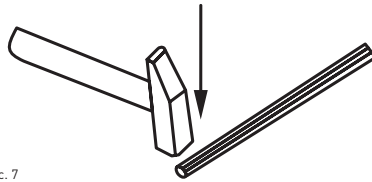

Рис. 7
- якщо дверцята шафи потрібно блокувати при увімкненому вимикачі, ви можете встановити чорні шплінти в подовжувальний вал. Якщо дверцята шафи не потрібно блокувати, шплінти можна не використовувати (Рис. 7);